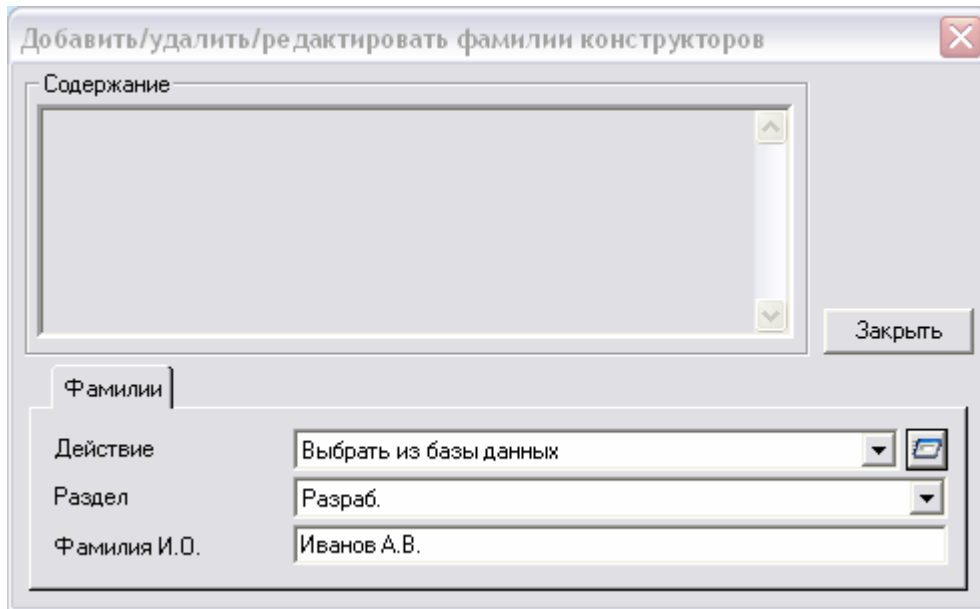

Рис. 94. Диалог «Добавить/удалить/редактировать фамилии конструкторов».
**Добавить/удалить/редактировать фамилии конструкторов** (см. Рис. 94).